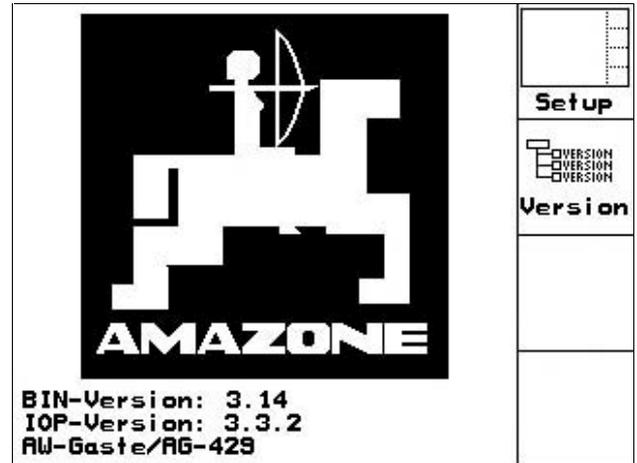

Fig. 18
Nach dem Einschalten des **AMATRON⁺** bei angeschlossenem Maschinenrechner erscheint das Startmenü (Fig. 18) und zeigt die Terminal – Softwareversions- Nr. an.
- nach RESET des **AMATRON⁺** -Terminals zeigt der Startbildschirm (Fig. 18) dieses an.